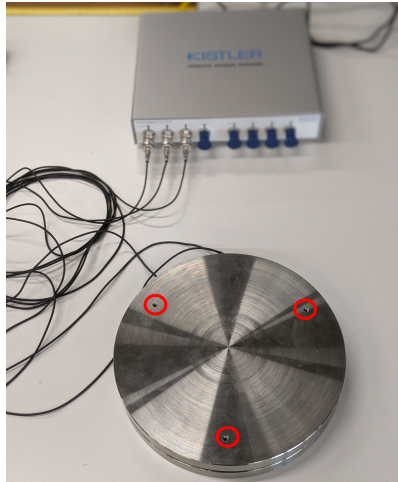

Fig. 1: Plaque avec 3 capteurs piézo-électriques et amplificateur.
1. Trois capteurs piézo-électriques (Kistler 9132C) montés entre deux plaques en acier. Un couple de $2 \text{ N} \cdot \text{m}$ a été appliqué aux vis qui maintiennent les deux plaques ensemble pour mettre les capteurs en pré-tension (pourquoi?). Voir Fig. 1.